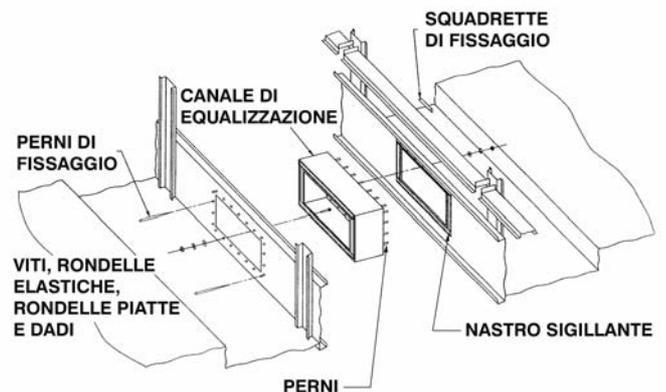

Figura 6 – Assemblaggio del canale di equalizzazione su unità larghe 4.9, 5.3 e 7.3 metri
2. Le flange di accoppiamento devono essere pulite, per rimuovere eventuale sporcizia, grasso o umidità. Applicare uno strato di nastro sigillante su un lato del pannello, in coincidenza dei fori del canale, come indicato nella Figura 6. Rimuovere la pellicola di carta dal nastro sigillante.
6. Allineare i fori di fissaggio del canale di equalizzazione con appositi perni (non inclusi nella fornitura Evapco), facendo coincidere le due sezioni bacino, come indicato nella Figura 6.